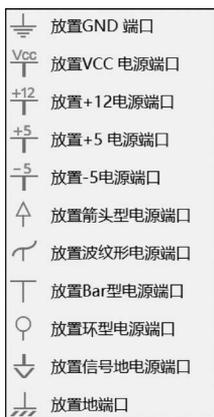

图 3.19 GND 端口的下拉菜单
- (1) 右击快捷工具栏中的“GND 端口”按钮 , 出现下拉菜单, 如图 3.19 所示。